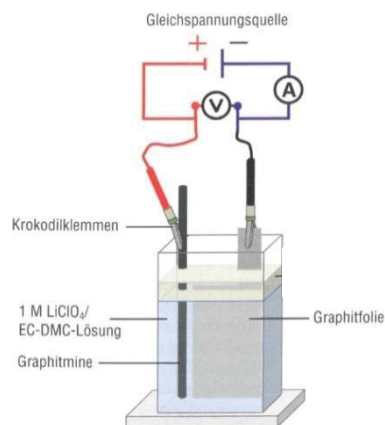

Abb. 14: Aufbau des Versuchs „Stufenförmige Interkalation von Li+-Ionen in Graphit“3.
- Schließen Sie parallel zu diesem Stromkreis für die Spannungsmessung ein Voltmeter an (Abb. 14).